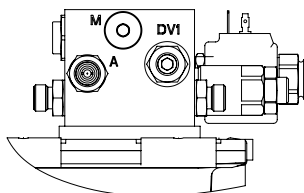

Рис. 4.
- При необходимости изменения, настройте скорость опускания платформы. Настройка осуществляется дроссельным клапаном **DV1** (рис. 4) путём поворота регулировочного винта по часовой стрелке — для уменьшения скорости, и поворотом против часовой стрелки — для увеличения скорости. Предварительно необходимо отпустить контргайку.
- Ослабьте контргайку дроссельного клапана DV1 и затем полностью выкрутите клапан против часовой стрелки до упора. Запомните число оборотов (рис. 4).